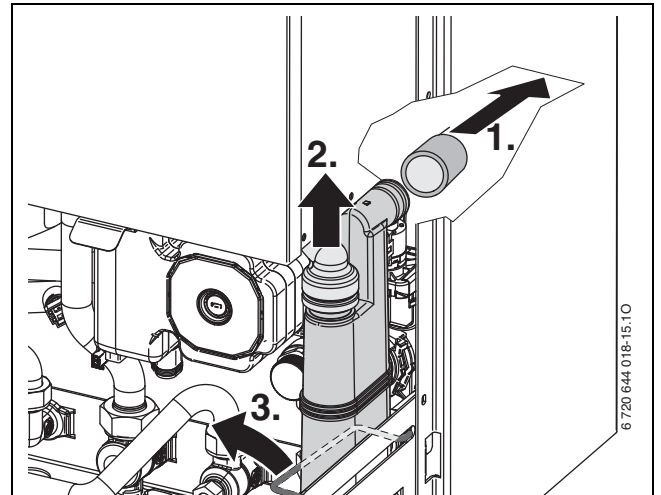

Bild 80
- ▶ Kondensatsiphon ausbauen (→ Bild 80) und geeignetes Gefäß unterstellen.